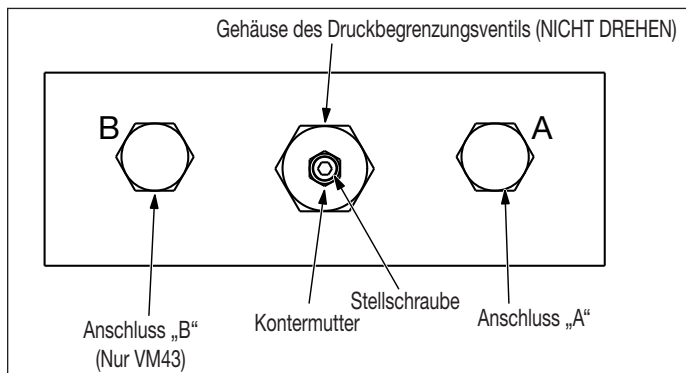

Abbildung 11: Druckbegrenzungsventil - VM33 und VM43
- Schließen Sie ein Manometer (0-1035 bar [0-15.000 psi]) an Pumpenanschluss „A“ an. Siehe Abbildung 11.